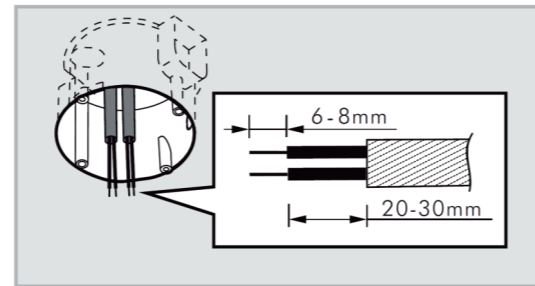

Bild 13
3.4.2.1 Ziehen Sie die Leitung aus der Schalterdose (Siehe Bild 13), isolieren Sie dann die Adern 6-8mm ab.